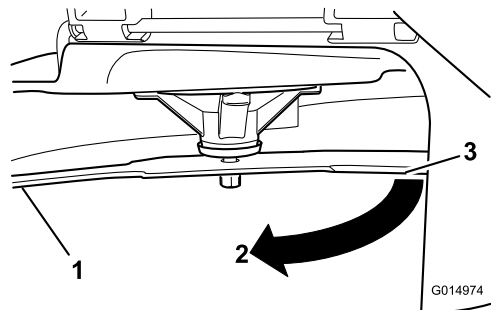

Figura 58
4. Rode a mesma lâmina 180 graus para que a extremidade de corte oposta fique na mesma posição (Figura 58).